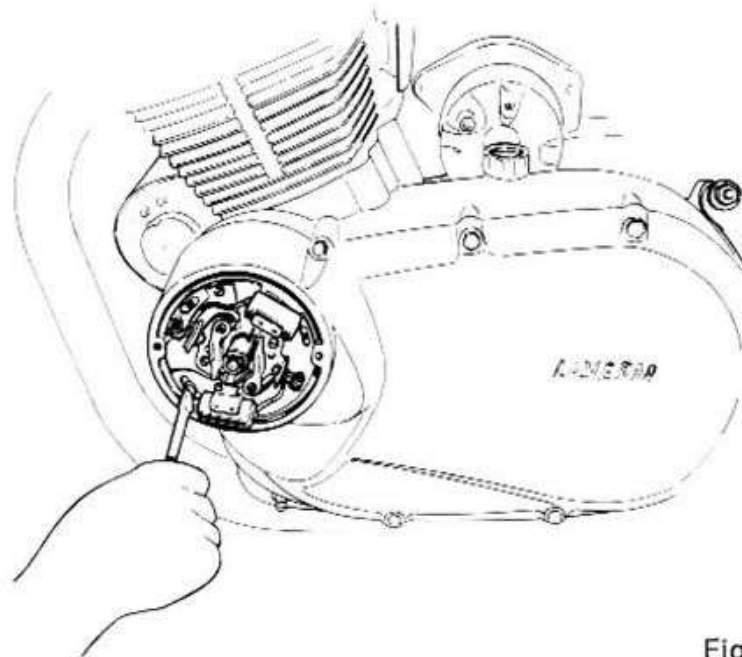

Fig. 1
Come indicato in (fig. 1) dopo aver tolto il coperchietto di protezione, controllare l'apertura delle due puntine, che deve essere di 0,4 mm.
Se invece si dovesse accendere prima o dopo del momento in cui i due riferimenti corrispondono, allentare le tre viti che fissano la piastra porta contatti (ved. fig. 1), ruotare in senso orario o antiorario a seconda se occorre ritardare o anticipare il motore, quindi fissare a fondo le viti.
- 2) Smontare la piastra porta contatti agendo sulle tre viti (fig. 1).